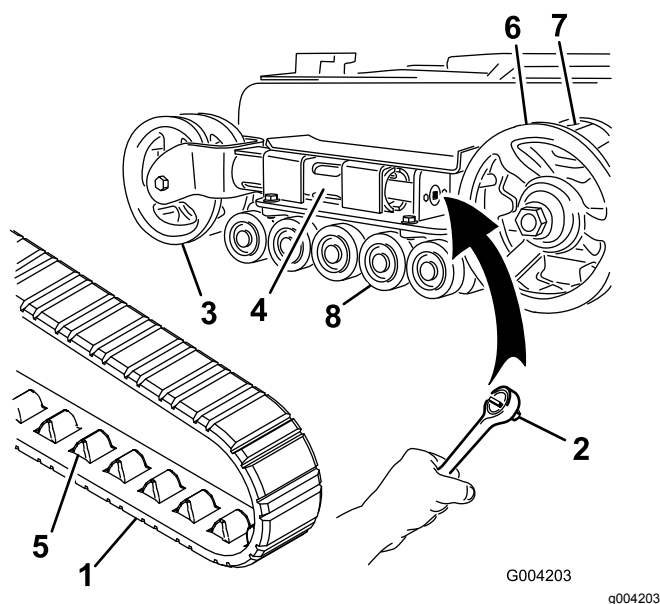

Рисунок 46
Примечание: Если передние натяжные колеса установлены в вилке на конце натяжной трубы, на вашей машине установлены узкие гусеницы. (Рисунок 46).
вращая натяжной винт по часовой стрелке (Рисунок 45 и Рисунок 46).
6. Надавите на натяжное колесо в направлении задней части блока, чтобы придвинуть натяжную трубу к раме (Рисунок 46).
8. Когда гусеница будет снята с натяжного колеса, снимите ее с ведущей звездочки и опорных катков (Рисунок 46).
9. Сначала установите новую гусеницу на ведущую звездочку. Звенья гусеницы должны находиться между зубьями звездочки (Рисунок 46).
10. Протолкните гусеницу под опорные катки и одновременно между ними (Рисунок 46).
6. Поместите наполненный смазкой колпачок опорного катка поверх головки болта (Рисунок 46).
7. Закрепите колпачок опорного катка стопорным кольцом (Рисунок 46).